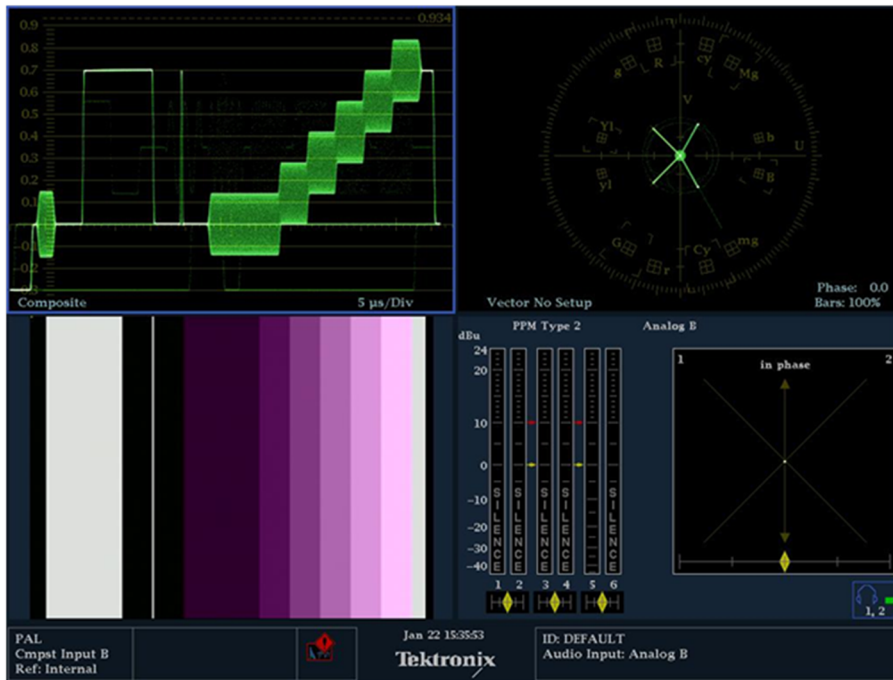

Figura 28. Mesures amb el Tektronix WFM7120 del senyal de test CCIR 330
- Senyal de test CCIR 330 (figura 28)